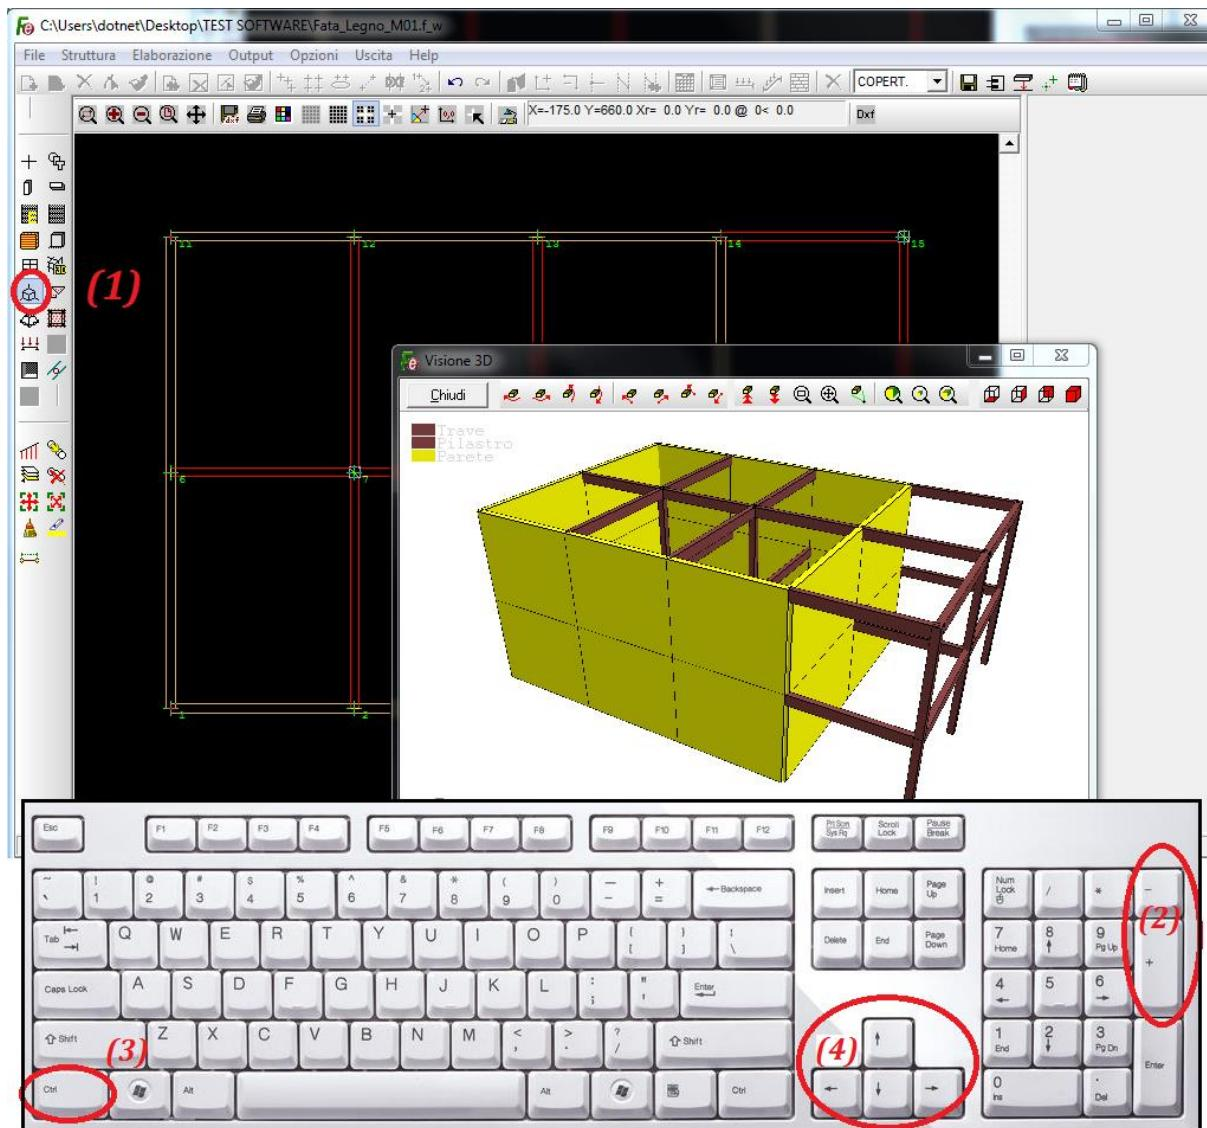

Figura 19
Per controllare la correttezza dei dati inseriti è possibile utilizzare una vista tridimensionale. Con riferimento alla figura 19 cliccare sul tasto “*Visione 3D*” (1) per visualizzare la omonima finestra.